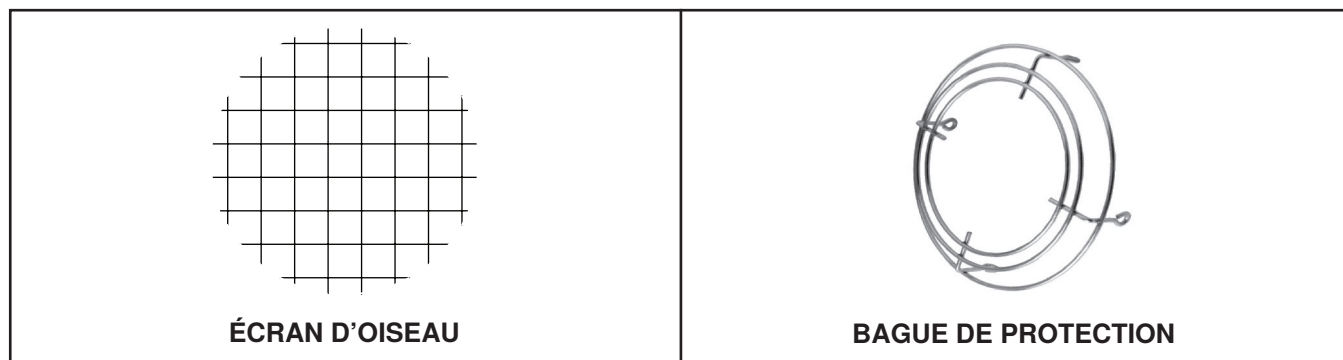

Figure 17. Composants de l'option CC6
- Les composants fournis par l'usine pour l'installation de la trousse de ventilation horizontale sont indiqués au **Tableau 16** et dans le **Figure 17**.